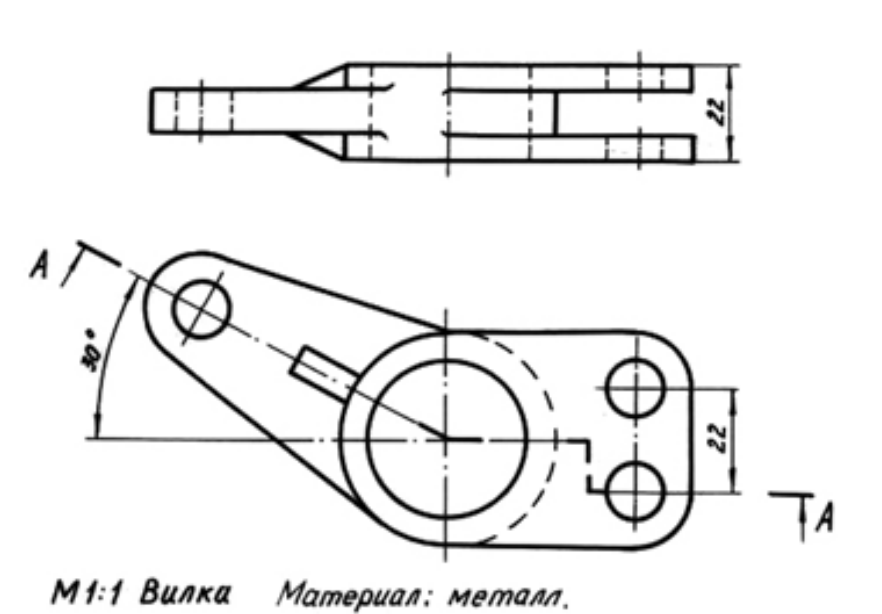

Рисунок 4
8. Задания к лабораторной работе №8 (рисунок 4)